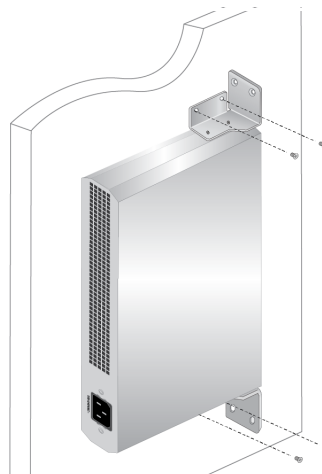

Рисунок 12. Крепление винтами через отверстия
8. Приложите коммутатор к стене и закрепите его винтами, пропустив их через отверстия в кронштейнах. См. рис. 12.